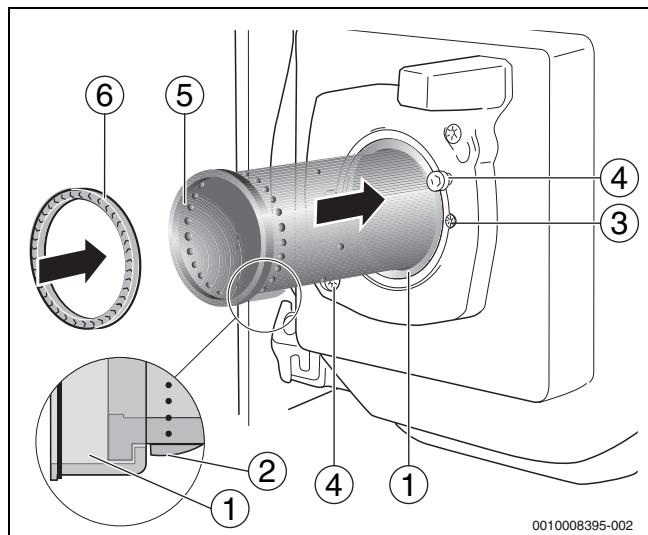

Fig. 42 Sostituzione del boccaglio
- ▶ Inserire il nuovo boccaglio (→fig. 42, [5]) nel tubo di supporto. Spingere il boccaglio oltre la sporgenza (→fig. 42, [2]) fino alla battuta contro il tubo di supporto. La sporgenza del boccaglio deve essere rivolta verso il basso e deve scattare in posizione (→fig. 42, [ingrandimento]).
- ▶ Applicare una nuova guarnizione (→fig. 42, [6]).